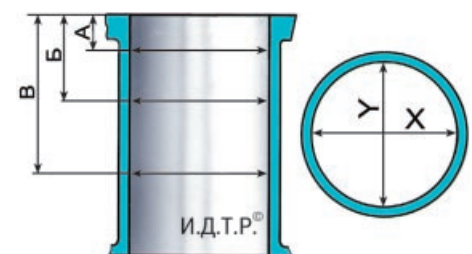

Рис. 5.8. Схема измерения цилиндра
7. Измерьте диаметр цилиндра в двух взаимно перпендикулярных плоскостях (X — вдоль, Y — поперек блока цилиндров) и в трех поясах (А, Б и В), как показано на рис. 5.8. Для этого необходим специальный прибор — нутромер. Номинальные размеры цилиндров приведены в табл. 5.1. Овальность не должна превышать 0,015 мм, конусность – 0,01 мм. Если максимальное значение износа больше 0,2 мм или овальность и конусность больше указанных значений, расточите цилиндры до ближайшего ремонтного размера поршней, оставив припуск 0,03 мм на диаметр под хонингование. Затем отхонингуйте цилиндры, выдерживая такой диаметр, чтобы при установке поршня расчетный зазор между ним и цилиндром был 0,03–0,05 мм. Дефектовку, расточку и хонингование блока проводите в мастерских, располагающих специальным оборудованием.